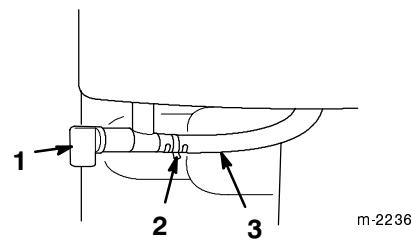

Figure 5
- Robinet d'essence** (Fig. 5)—Fermez le robinet en le tournant dans le sens des aiguilles d'une montre et ouvrez-le en le tournant dans le sens contraire des aiguilles d'une montre. Fermez le robinet lorsque vous n'utilisez pas la déneigeuse.
3. Ouvrez le robinet d'essence situé au-dessous du réservoir de carburant (Fig. 5).